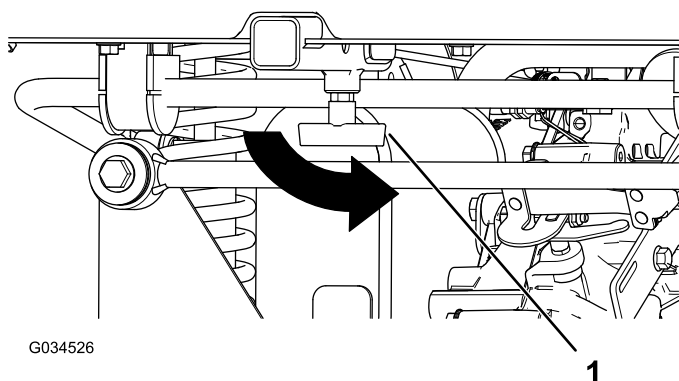

Figure 9
8. Serrez la poignée en "T" sur le tube récepteur (Figure 9).